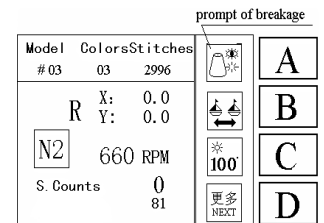

Fig. 7.1.1
a tecla  uma vez para mostrar a Fig.7.1.1:
2. Na Fig. 7.1.1, pressione a tecla  para mudar a introdução da função de detecção de quebra da linha de acordo com a tabela seguinte: